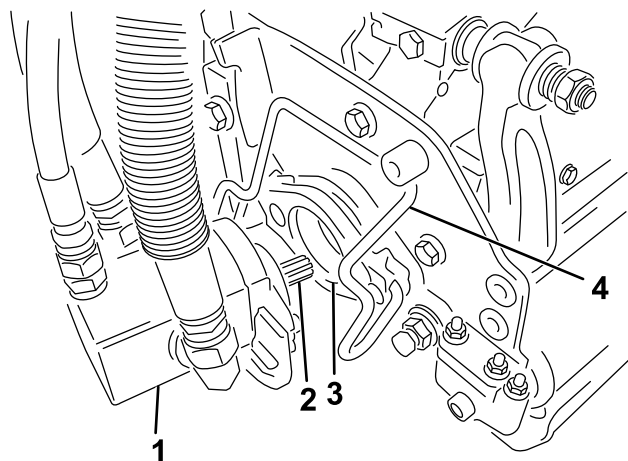

Рисунок 45
5. Нанесите на шлицевый вал электродвигателя режущего блока чистую консистентную смазку (Рисунок 45).
сторону электродвигателя до тех пор, пока не услышите щелчок с обеих сторон электродвигателя (Рисунок 45).